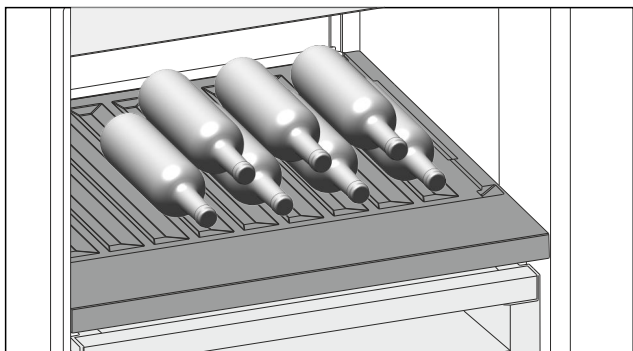

Fig. 145
- ▶ Steklenice vstavite z dnom proti zadnji steni aparata. (glejte Fig. 145)